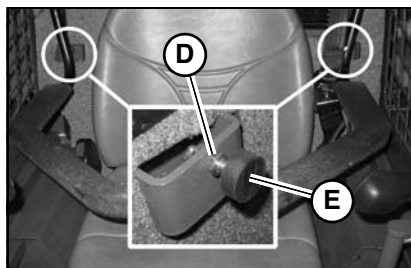

Figura 8 – Ajuste de la posición de la barra de seguridad bajada
Afloje la contratuercas (D, Figura 8), y gire el tope de goma (E) hacia dentro o hacia fuera a la posición deseada. Apriete la contratuercas (D) para bloquear el tope de goma (E) en la posición adecuada.